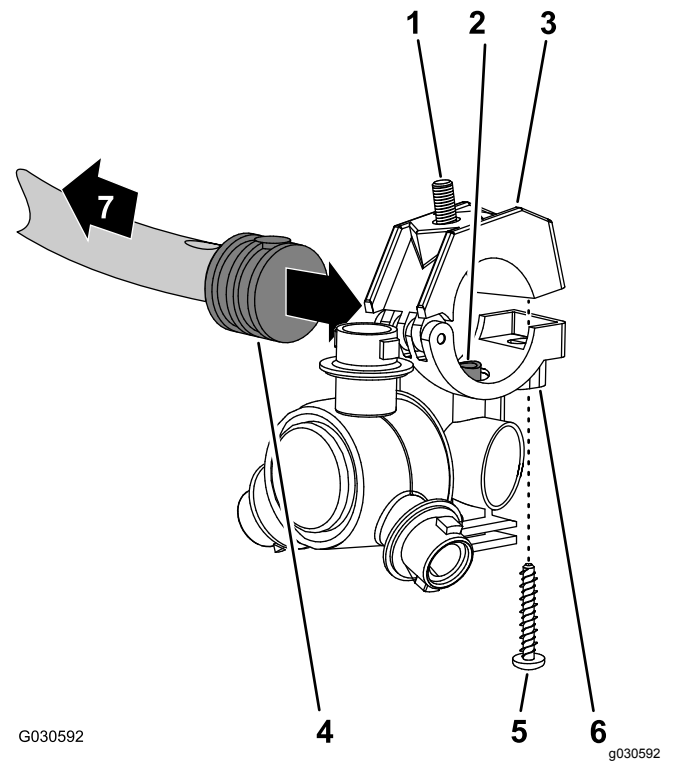

Figure 108
1. Alignez le tube de transfert dans le demi-collier inférieur d'une buse de pulvérisation (Figure 108) et le trou dans le côté de l'anneau cannelé simple (1/2").
2. Fermez le demi-collier supérieur autour de l'anneau cannelé et fixez le demi-collier et le corps de la buse de pulvérisation (Figure 108) avec la vis en acier inoxydable (n° 12 x 1-1/4") ; serrez la vis en acier inoxydable à un couple de 14 à 18 N·m.